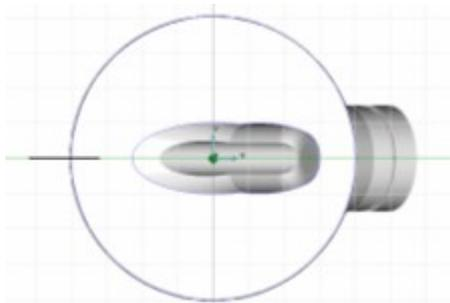

Рис. 2.18 Построение отрезка.
14. Нажмите левую кнопку мыши или клавишу «Пробел». Будет построен отрезок длиной 15 мм (рис. 2.18).